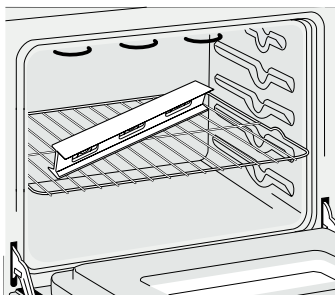

Figure 8
2. Déposez un niveau à bulle sur la grille (voir la figure 8). Prenez 2 lectures en plaçant le niveau en diagonale dans une direction, puis dans l'autre direction. Utilisez des entretoises de bois sous le four encastré pour niveler si nécessaire.